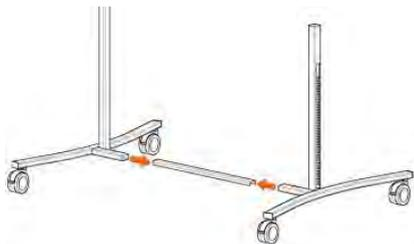

FIG. 8
PASO 1: Inserte el marco transversal en los perfiles del marco - Fig. 8, 9.